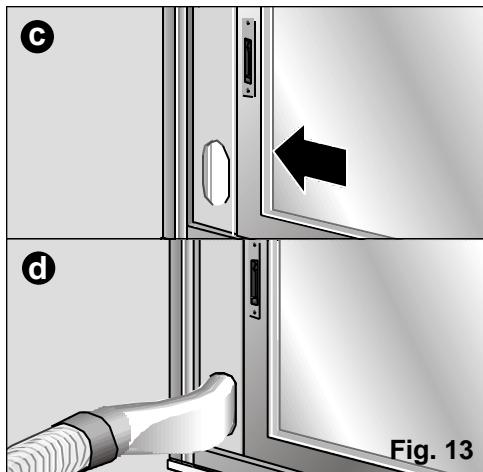

**Fig. 12**
- Chiudete la finestra il più possibile e sostenetela con la ventosa fornita, **Fig. 12**.